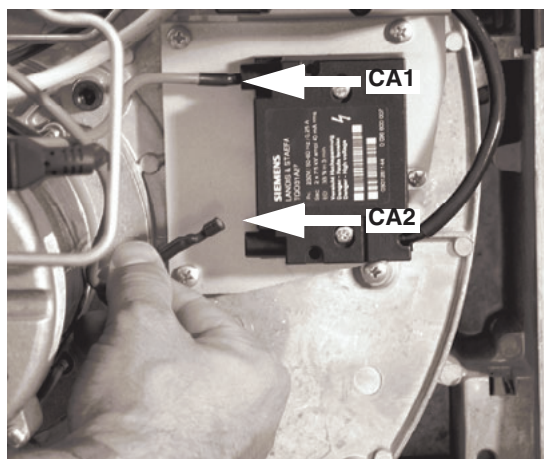

Fig. 19b
- Sfilare i cavi di accensione CA1 e CA2 dal trasformatore (Fig. 19b).